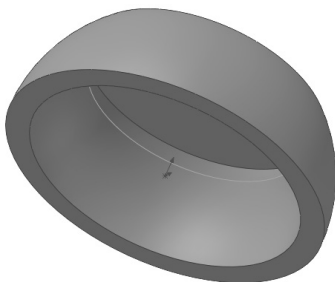
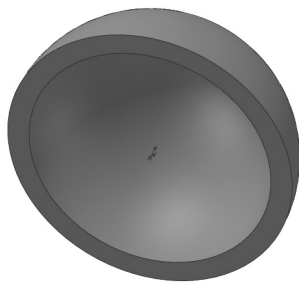

图 9-63 删除面后的实体
图 9-64 删除并修补面后的实体
3) 单击✓(确定)按钮,将选择的面删除,删除面后的实体如图9-63所示。
4) 执行“删除面”命令,可以将指定的面删除并修补。以图9-63所示的实体为例,执行“删除面”命令时,在“删除面”属性管理器的(要删除的面)列表框中,单击选择图9-61所示的面1;在“选项”选项组中选择“删除并修补”单选按钮,然后单击✓(确定)按钮,面1被删除并修补。删除并修补面后的实体如图9-64所示。